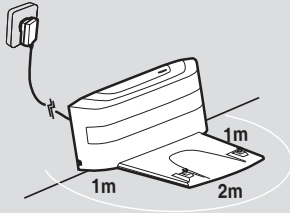

Fig. 2
Enchufe el adaptador de corriente y conéctelo a la base de carga. **[Fig. 2]**
3. No debería haber ningún objeto en el área cercana a la base de carga en 2m por delante y 1m. a cada lado. **[Fig. 2]**